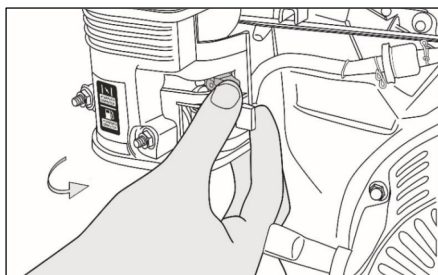

Рис. 23
2. Закройте воздушную заслонку, если двигатель холодный (рис. 23).